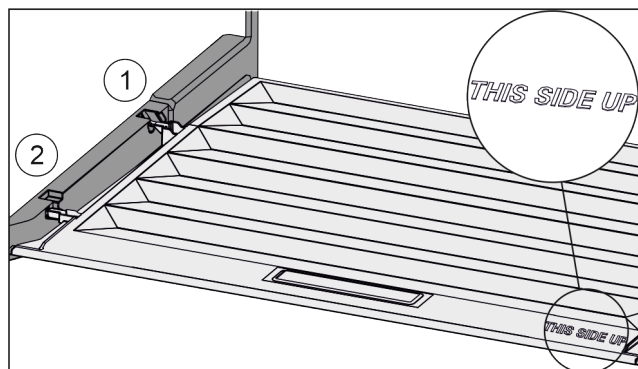

Fig. 68
- ▶ Introduzca los nervios de la tapa por la abertura del soporte trasero Fig. 68 (1) y encájelos por delante en el soporte Fig. 68 (2).